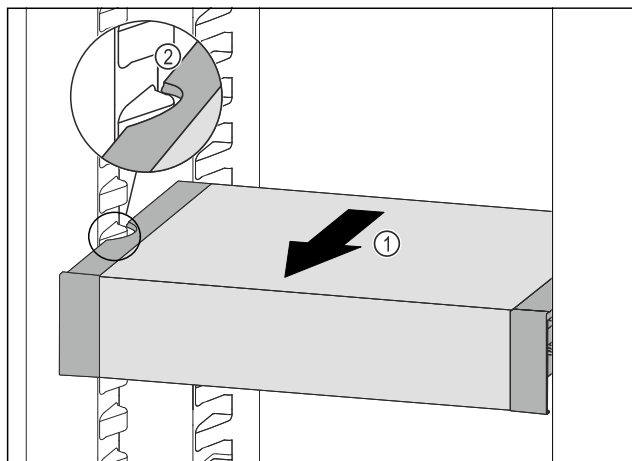

Fig. 207
- Tërhiqni VarioSafe për nga përpara Fig. 207 (1), derisa foletë anësore të VarioSafe të jenë në lartësinë e brinjëve të kutisë në pjesën e ftohjes. Fig. 207 (2)